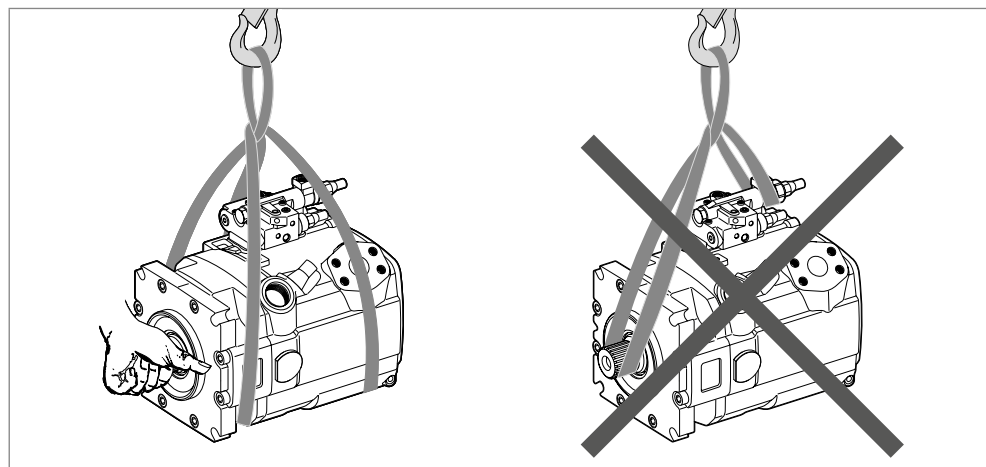

Abb. 7: Transport mit Hebeband
- ▶ Legen Sie das Hebeband so um die Axialkolbeneinheit, dass es weder über Anbauteile (z. B. Ventile, Verrohrung) verläuft, noch dass die Axialkolbeneinheit an Anbauteilen aufgehängt wird (siehe Abb. 7).